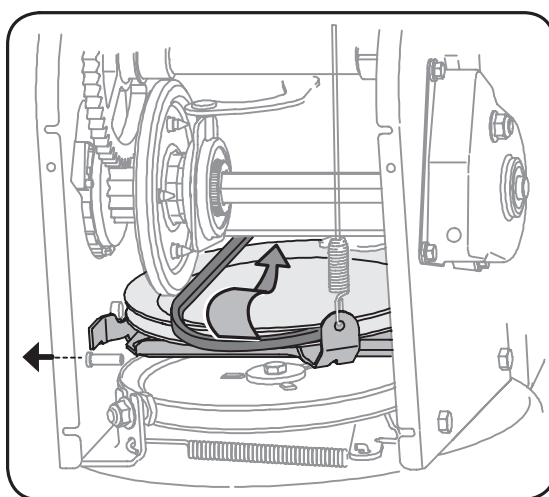

Figure 6-10
5. Dégagez la courroie de transmission de la poulie et de l'espace entre la roue de frottement et le disque de la roue de frottement. Voir la Figure 6-10.
6. Dégagez la courroie de transmission de la poulie et de l'espace entre la roue de frottement et le plaque d'entraînement. Voir la Figure 6-10.